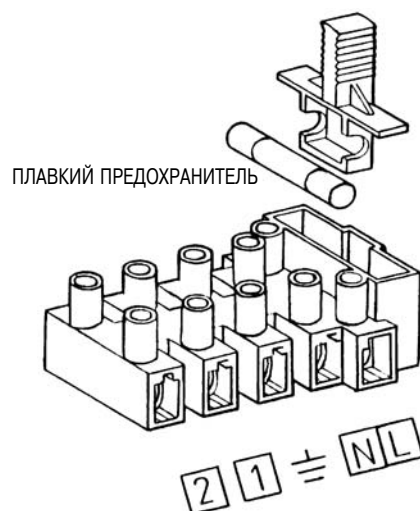

Рис. 7. Клеммная колодка электропитания
- В клеммной колодке имеется также плавкий предохранитель быстрого срабатывания на 2А (рис. 7).
- (L) – фаза, коричневый
- (N) – нейтраль, голубой
- (1) и (2) – контакты для подсоединения комнатного термостата